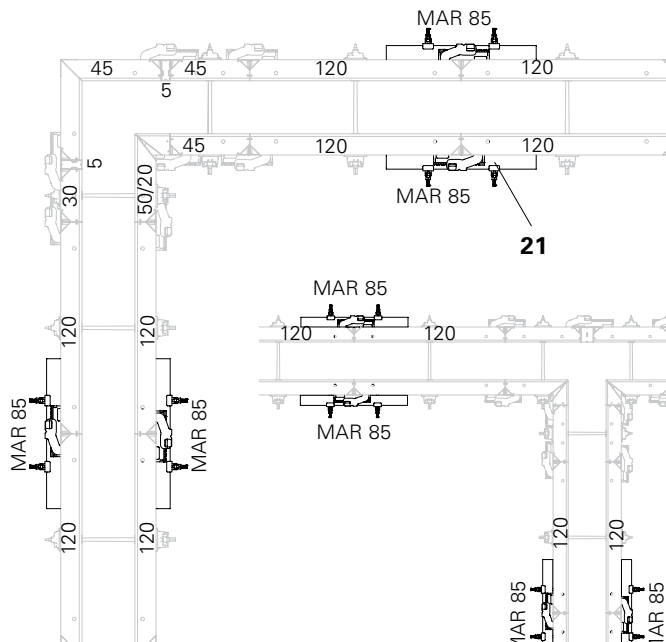

Fig. C3.01a
I giunti tra gli elementi-telaio adiacenti ad angoli 90° alla parete con nodo a T, ad elementi d'angolo con cerniera o pareti disassate devono essere inrigiditi gli elementi-telaio di lung.  $b \leq 120$  con 1 allineatore MAR 85 (21) (Fig. C3.01a + C3.01b)